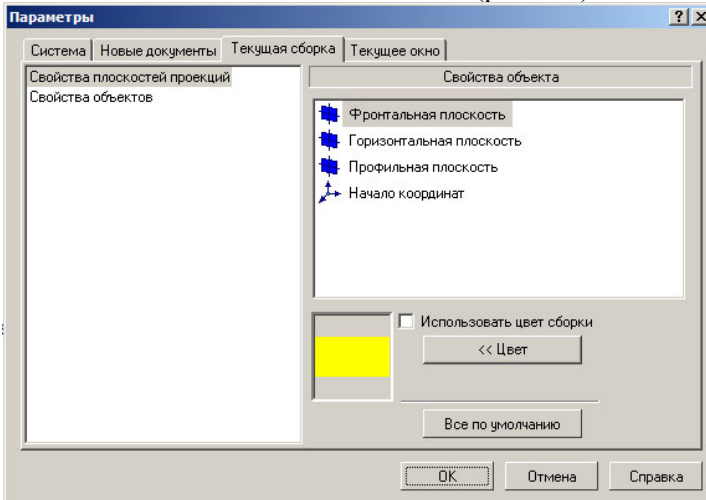

Рисунок 9.9 - Діалогове вікно "Параметры" з відкритою вкладкою "Текущая сборка" і панеллю "Свойства объекта" для настроювання площин проекцій
- клацніть по пункті "Свойства плоскостей проекций". У правій частині з'явиться панель "Свойства объекта" (рис. 9.9).